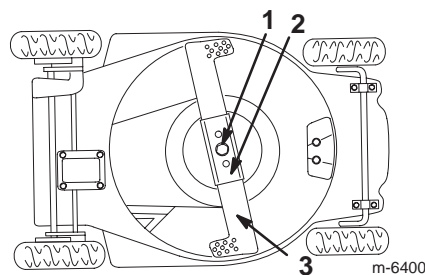

Figure 25
4. Basculez la tondeuse sur le côté **gauche** (Fig. 25).
2. Enlevez le boulon et la rondelle de blocage de la lame, la lame et le renfort (Fig. 25).